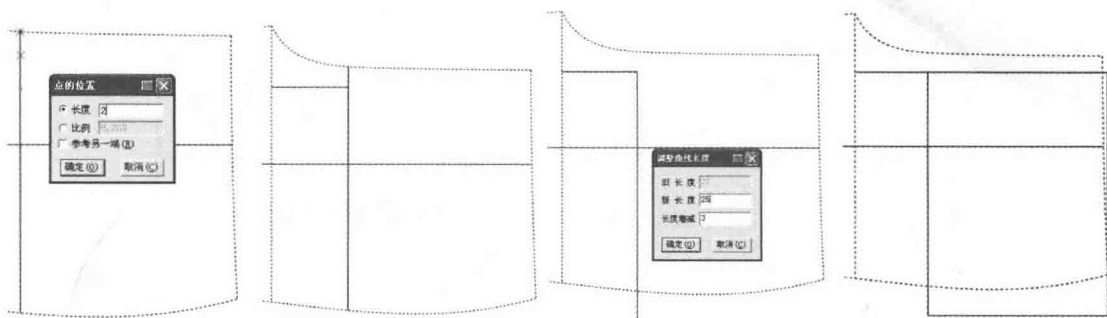

图 7-32 确定后片臀围线
(26) 选择 【智能笔】工具在臀围线前中 2cm 取后片臀围量。继续用 【智能笔】工具按着【Shift】键, 右键点击臀围线, 进入【调整曲线长度】功能。输入增长量 3cm (后片臀围量计算公式: $\frac{\text{臀围 } 98\text{cm}}{4} + \text{互借量 } 0.5\text{cm}$, 然后用 $25\text{cm} - 22\text{cm} = 3\text{cm}$) (图 7-32)。